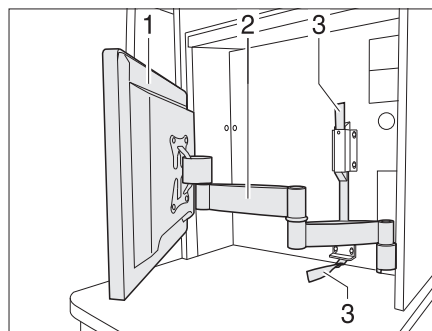

Fig. 92 Pantalla plana con brazo articulado
- Tirar de la cinta textil (Fig. 92,3) para desbloquear el brazo articulado (Fig. 92,2).
- Girar la pantalla plana (Fig. 92,1) a la posición deseada.